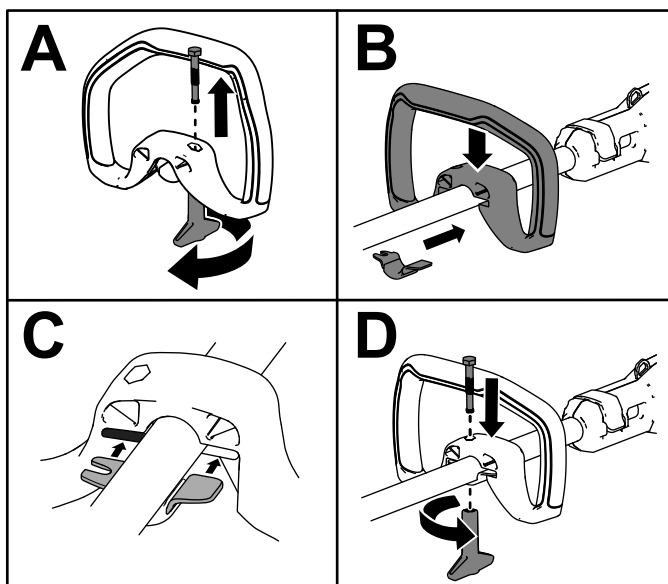

Figura 4
1. Separe la empuñadura auxiliar del soporte desenroscando el pomo de bloqueo de la empuñadura y retirando el perno (A, Figura 4).
2. Alinee el soporte con la empuñadura auxiliar (Figura 4, B).
3. Deslice el soporte en la ranura de la empuñadura auxiliar (Figura 4, C).
4. Sujete el soporte inferior a la empuñadura auxiliar con el pomo de bloqueo del manillar y el perno que retiró anteriormente (Figura 4, D).